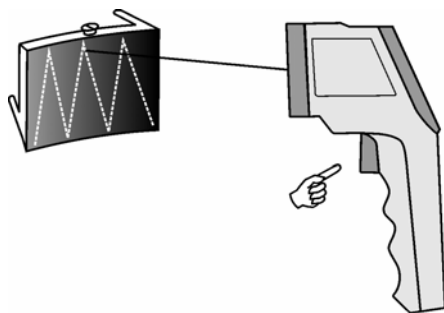

Рис. 4
4. Перед началом измерения рекомендуется определить наиболее горячие участки объекта. Для этого наведите термометр за пределы интересующего объекта, а затем сканируйте его, удерживая курок нажатым, вдоль, вверх и вниз до тех пор, пока не определите самое горячее место (см. рис.4).